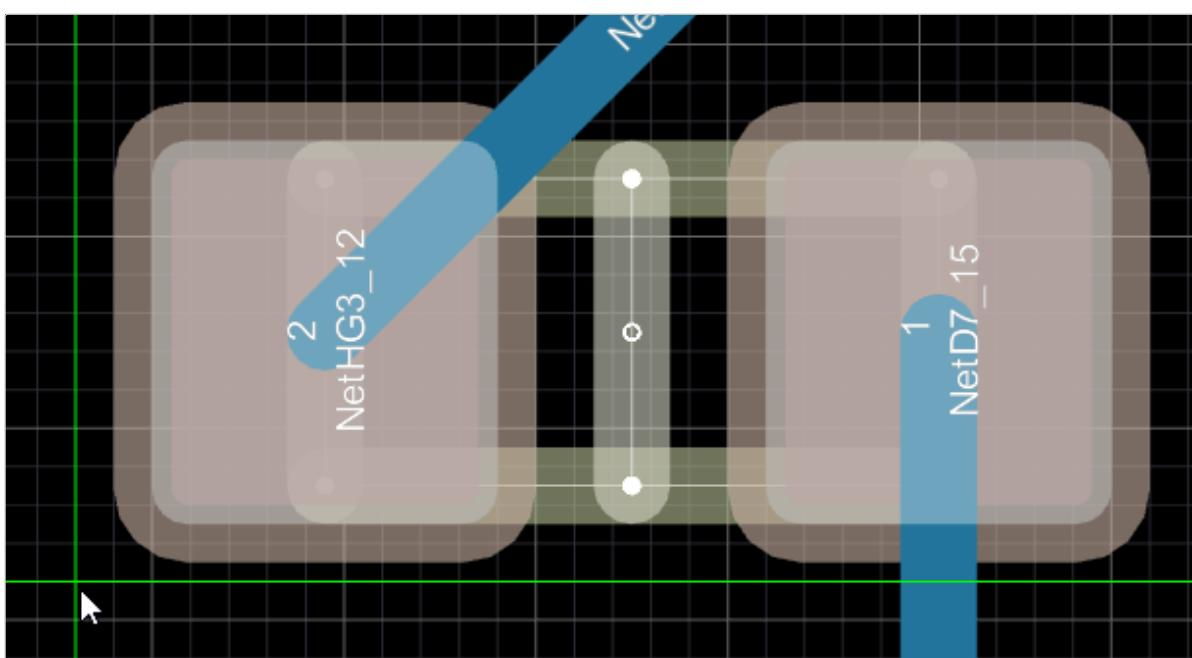

Рисунок 136. Выбор базовой точки при перемещении
- 4) Нажать сочетание клавиш **Ctrl** + **V** или вызвать команду меню *Редактирование → Вставить*. Скопированные объекты будут привязаны к курсору мыши относительно выбранной базовой точки (см. рисунок 136).